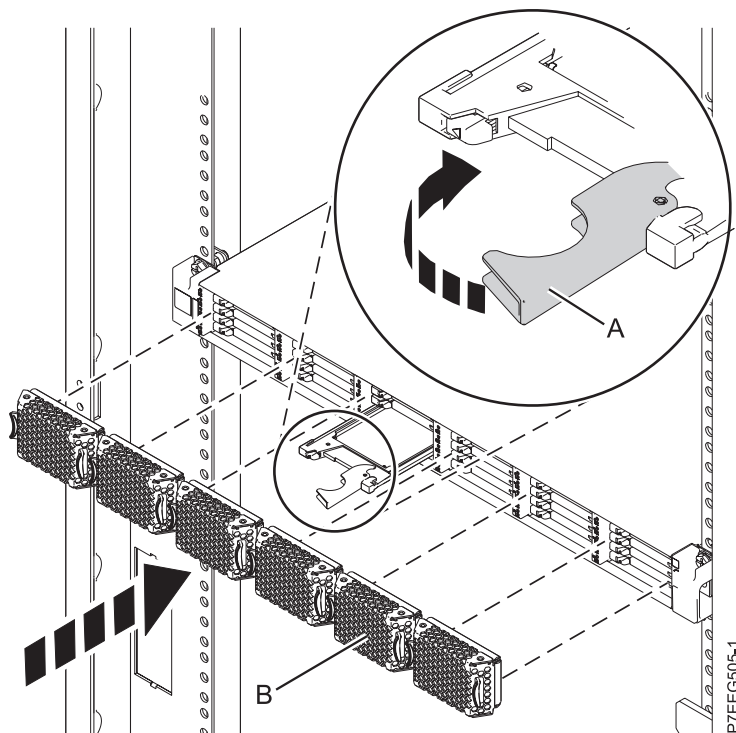

Figura 19. Instal·lació d'una unitat d'estat sòlid a Allotjament d'emmagatzematge EDR1 PCIe
1. Amb la nansa en posició desbloquejada, alineu la unitat d'estat sòlid amb les guies de l'allotjament. Consulteu Figura 19 a la pàgina 33,
3. Feu girar la nansa (A) fins a la posició de bloqueig, tal com es mostra a Figura 19 a la pàgina 33.
4. Instal·leu la tapa bisellada (B).